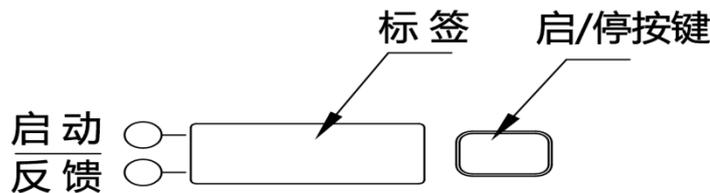

图8-8 操作盘上控制点
1、该操作盘上有64个控制单元,每个单元包括一个启动/停止按键和两个状态指示灯,如图8-8所示: